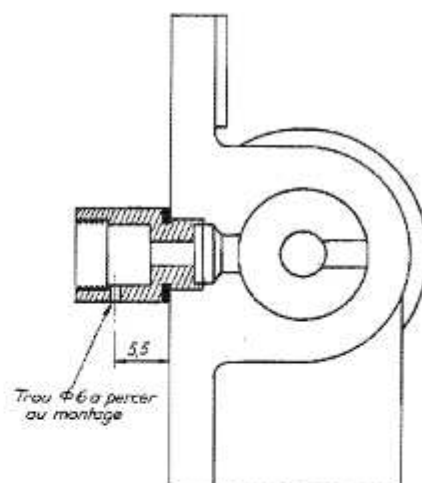

Fig. 48B - Siège du clapet de sécurité
1. Démontez complètement le clapet de sécurité et vissez seulement le siège et la rondelle sur le distributeur (fig. 48B). Serrez-les comme pour montage définitif.